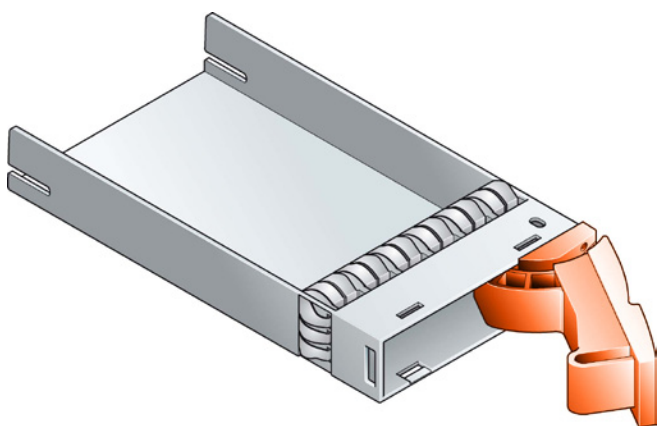

Figure 7 : Module de support de lecteur (NB : veillez à ce que la poignée s'ouvre toujours de la gauche.)
**INFORMATIONS IMPORTANTES :** Veiller à ce que le support soit orienté de telle sorte que le lecteur soit le plus haut possible et que la poignée s'ouvre à partir de la gauche (voir Figure 7).